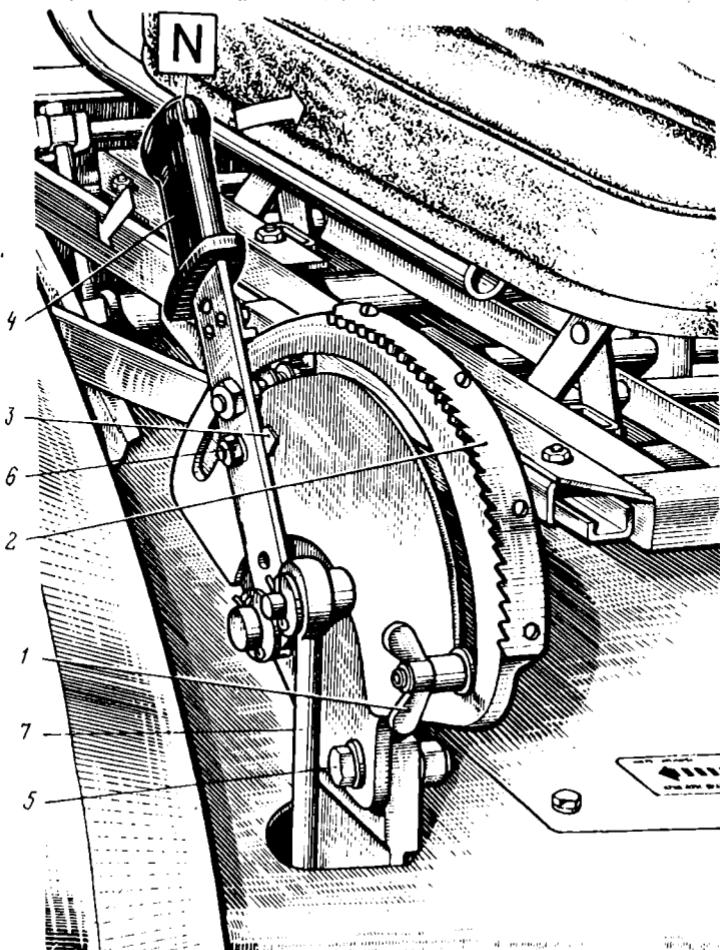
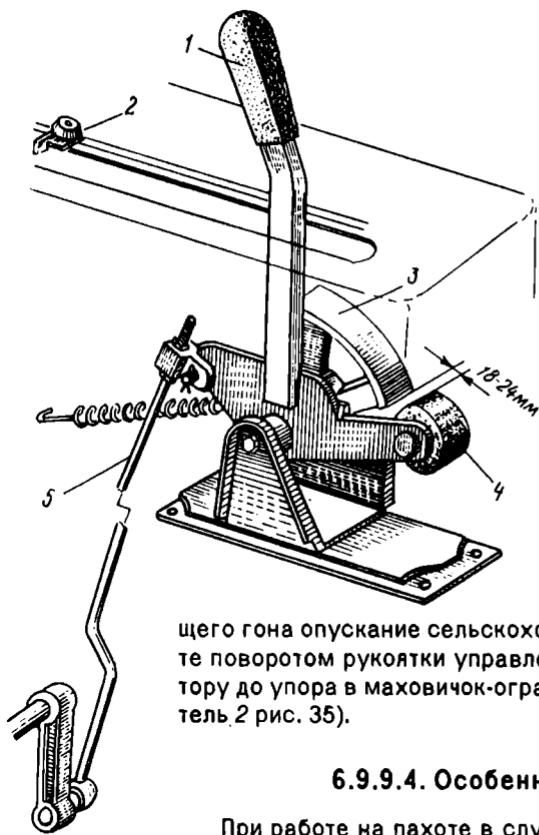

Рис. 34. Управление силовым (позиционным) регулятором
Рис. 35. Управление силовым (позиционным) регулятором (тракторов с унифицированной кабиной):
При работе трактора без гидроувеличителя рукоятку ГСВ 30 (см. рис. 7) установите в положение "ГСВ выключен", а рукоятку 34 управления силовым регулятором – на фиксатор 3 (см. рис. 34). Управление навесной системой осуществляйте рычагом 31 (см. рис. 7).
а) установите рукоятку 34 (рис. 7) управления силовым регулятором на фиксатор 3 (см. рис. 34);
В начале гона опустите навесную сельскохозяйственную машину, повернув рукоятку управления регулятором 4 (рис. 34) вперед по зубчатому сектору (рычаг 1 рис. 35 для УК). Чем дальше вперед будет установлена рукоятка, тем больше глубина пахоты.
После настройки сельскохозяйственной машины на требуемую глубину маховико-ограничитель 1 (рис. 34) (ограничитель 2 рис. 35) подведите по
В конце гона для выглубления плуга рукоятку управления регулятором установите в положение "подъем" - назад (по ходу трактора) до упора. После окончания подъема рукоятка должна автоматически, под действием пружины регулятора, возвратиться в положение "регулятор выключен" на фиксатор 3 (рис. 34, положение "N").
щего гона опускание сельскохозяйственной машины производите поворотом рукоятки управления регулятором вперед по сектору до упора в маховичок-ограничитель 1 (рис. 34) (ограничитель 2 рис. 35).
При использовании позиционного способа регулирования регулятор гидросистемы обеспечивает установку рукояткой управления 4 (рис. 34, рычагом 1 рис. 35) желаемого положения сельскохозяйственной машины относительно остова трактора и автоматическое поддержание этого положения в работе.
Установите сельскохозяйственное орудие в требуемое рабочее положение. Опускание производите перемещением рукоятки 4 (рис. 34) управления регулятором вперед по сектору. Чем дальше "на себя" будет повернута рукоятка, тем выше должно подняться орудие. Допускается отсутствие подъема (опускания) при перемещении рукоятки управления на 2-3 зуба по сектору при изменении направления перемещения с подъема на опускание и наоборот.
- a) переместите маховичок-ограничитель 1 (рис. 34) по прорези сектора вперед (по ходу трактора) до упора в край прорези;
На тракторе с унифицированной кабиной регулировку управления регулятором производите следующим образом (рис. 35):